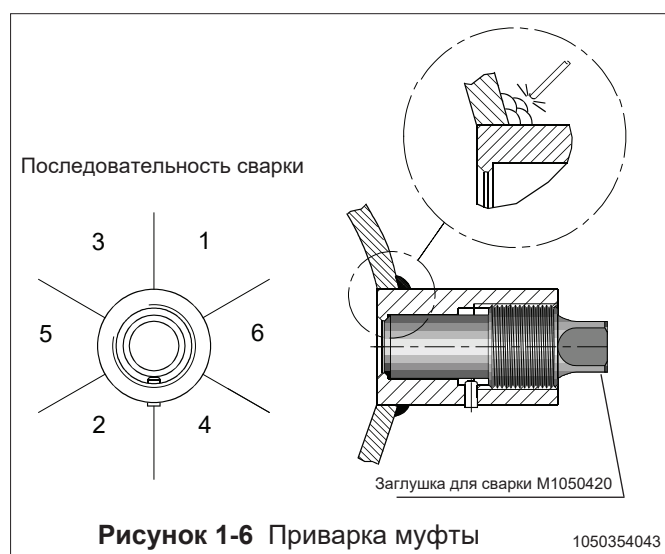

Рисунок 1-6 Приварка муфты
- Поместите муфту в монтажное отверстие, как показано на рис. 1-6. Затем выполните приварку несколькими проходами, чтобы избежать проблем с перекосом муфты и обеспечить герметичность.